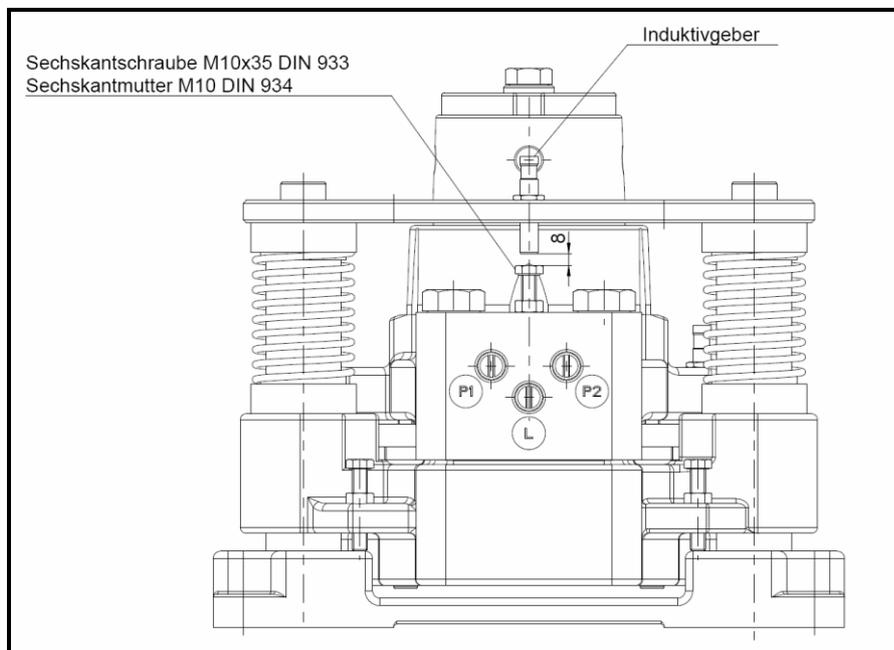

Bild 12.5
Der Induktivgeber ist nach Bild 12.5 anzuordnen. Wird die Bremse betätigt fällt die Bremse ein und der Abstand zwischen Auslöseschraube und Induktivgeber wird kleiner. Sobald der Grenzwert erreicht ist wird der Induktivgeber im druckbeaufschlagtem Zustand bedämpft. Die LED des Näherungsschalters muss leuchten.
- Schrauben sie die Sechskantschraube M10x35 DIN 933 in das Bremsgehäuse nach Bild 12.5 mit Sechskantmutter M10 DIN 934 ein.